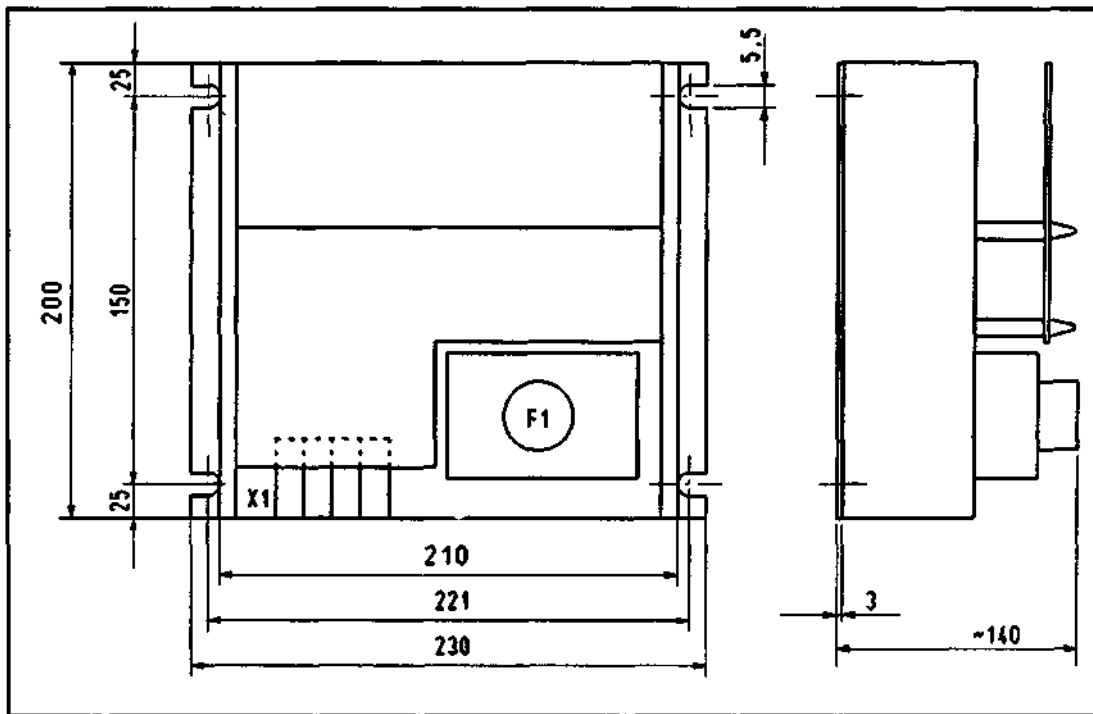

Figura 4.1
- ☞ *Regolarsi secondo la sagoma di foratura di cui alla figura 4.1 della pagina seguente.*